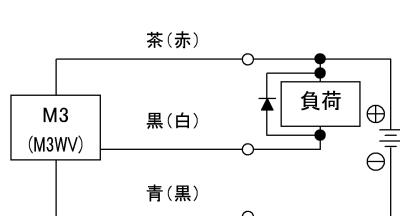

図3 誘導負荷にサージ吸収素子(ダイオード)を併用した例。ダイオードは日立製作所製 V06Cまたは相当品を使用してください。
- 誘導製負荷(リレー、電磁弁)を接続し様する場合には、スイッチOFF時にサージ電圧が発生しますので図3に示す保護回路を必ず設けてください。